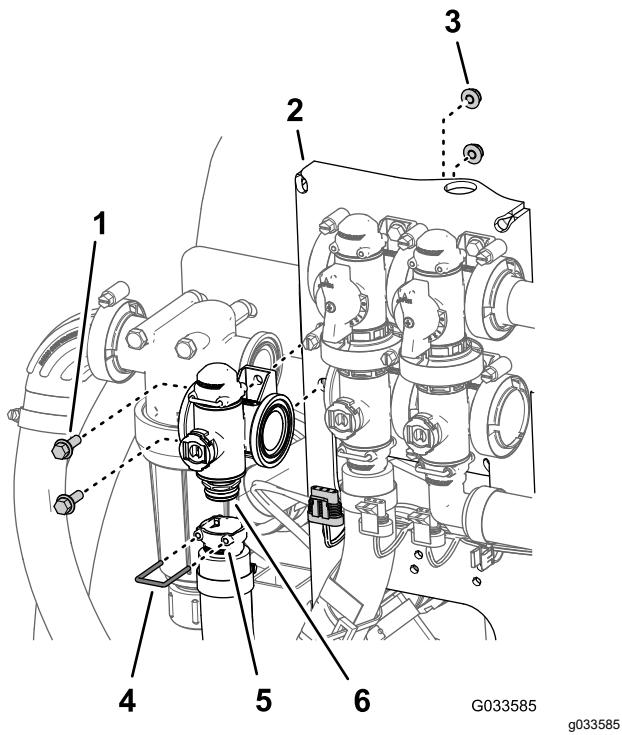

Figure 114
2. Retirez l'étrier qui fixe le raccord de sortie au coupleur du collecteur du régulateur de débit (Figure 114).
3. Retirez les 2 boulons à embase (1/4 x 3/4 po) et les 2 contre-écrous à embase (1/4 po) qui fixent le régulateur de débit au support, puis déposez le collecteur de la machine (Figure 114).